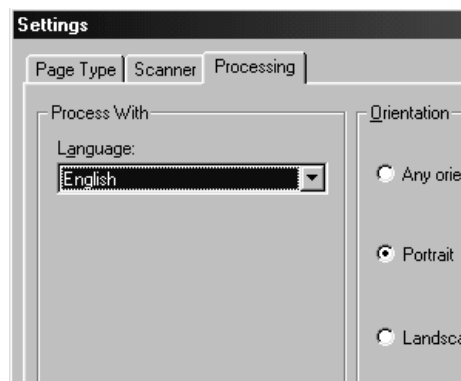

Figure 25 : sélection d'une langue
9. Dans le champ 'Process With' sélectionnez la langue de votre choix en cliquant sur le triangle et choisissez la langue (V. Figure 25).